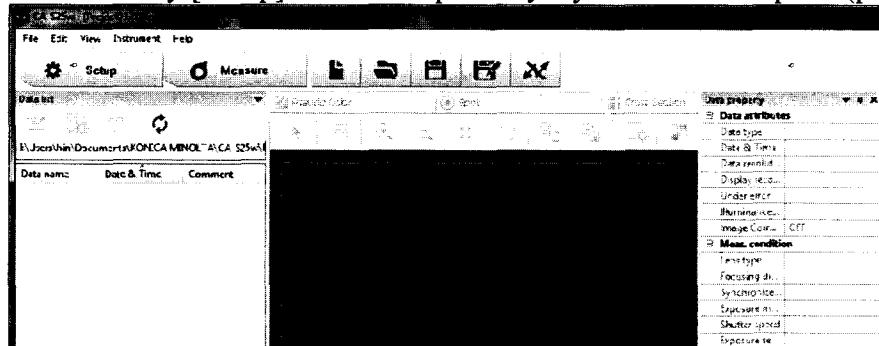

Рисунок 9
8.2.1.3 Нажать кнопку [Setup] в левом верхнем углу основного экрана (рисунок 9).